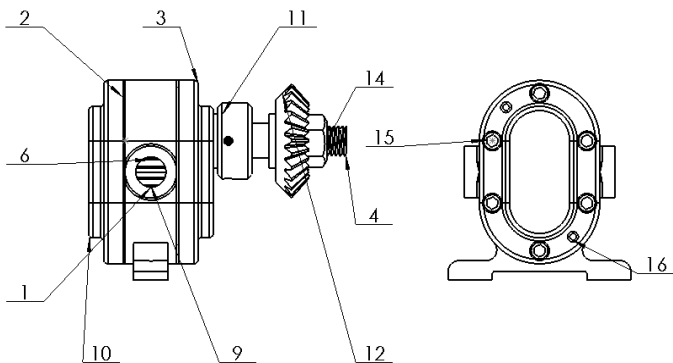

图 10-68 视图中添加零部件添加序号
- [3] 单击【确定】按钮, 视图中添加零部件添加序号, 如图 10-68 所示。